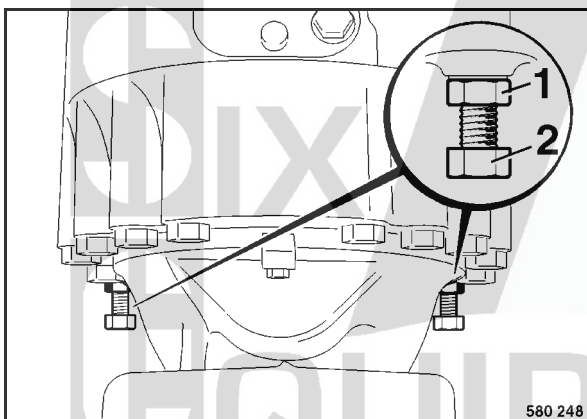

fig. 64
- Pour desserrer les freins, dévisser le contre-écrou 1 (fig. 64) d'env. 8 mm.
- Visser les vis de desserrage du frein (2) jusqu'en butée.